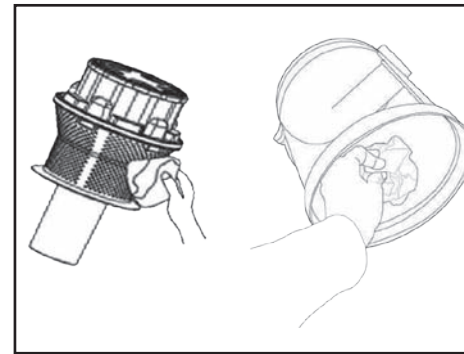

Fig. 10
- El filtro multiciclónico debe limpiarse con un cepillo suave. Posteriormente, pase un trapo húmedo. El recipiente de residuos puede frotarse hasta que esté limpio (fig. 10).